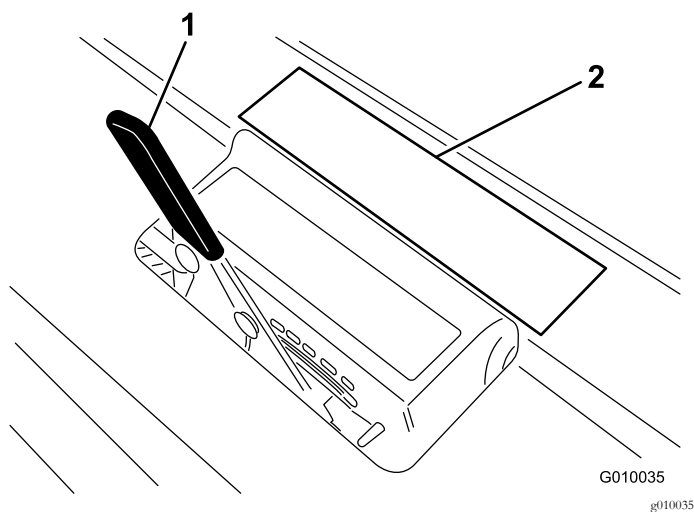

Figure 27
3. Placez le louchet sur l'autocollant de profondeur d'aération (Figure 27), une extrémité en face de la profondeur voulue (voir le modèle de louchet sur l'autocollant).